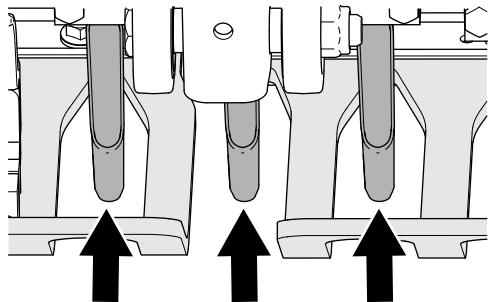

**Figura 43**
1. Monte, sem apertar totalmente, o suporte de dentes e os dentes no braço de dentes n.º 2 (Figura 42 e Figura 43) com 3 parafusos (1/2 pol. x 1¼ pol.).